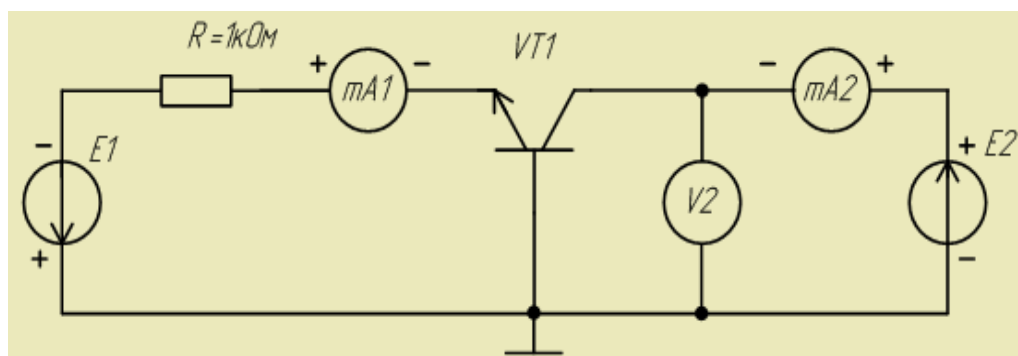

Рисунок 15 - Принципиальная схема исследования выходных характеристик транзистора в схеме с ОБ
4.2.1 Собрать схему исследования выходных характеристик транзистора в схеме с ОБ (рисунок 15). При этом проводники, подключённые к источникам **E1** и **E2** должны быть временно отсоединены.